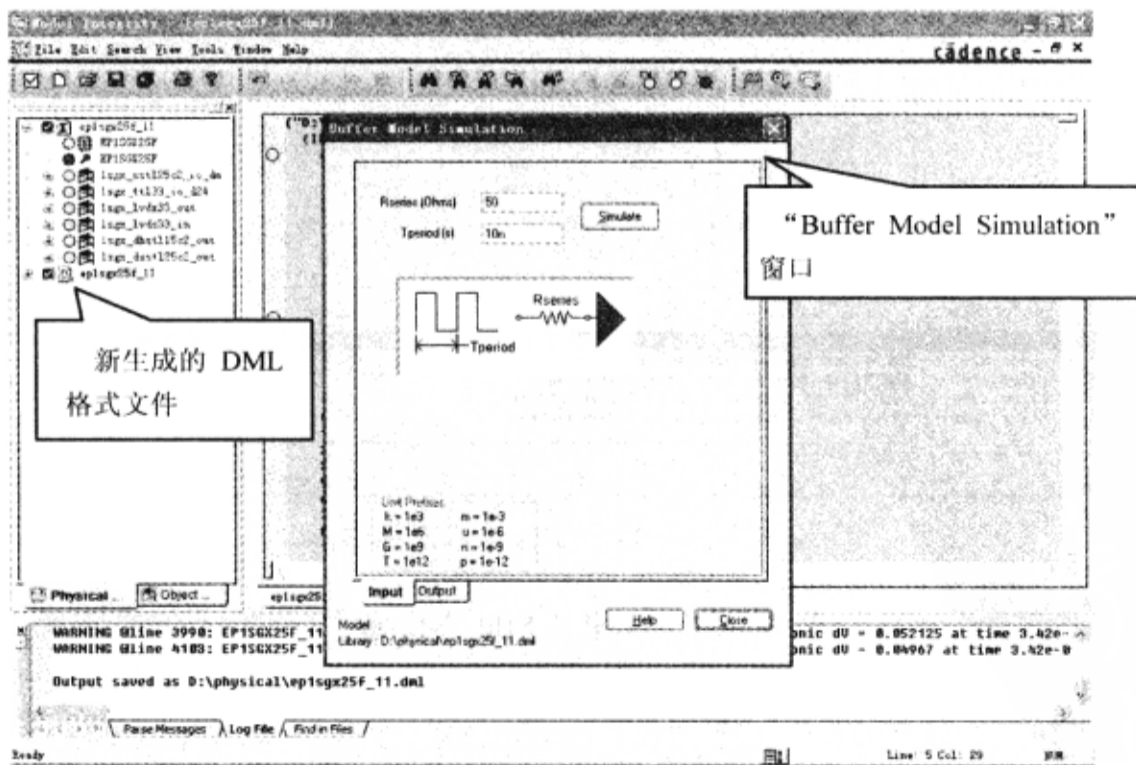

图 2-4-13 “Buffer Model Simulation” 窗口
(1) 在“Physical View”栏选择“1sgx\_sst125c2\_io\_dm”→单击鼠标右键→选择“Simulate Buffer...”，弹出“Buffer Model Simulation”窗口，如图 2-4-13 所示→在“Physical View”栏有一个新的文件，这是 IBIS 模型的 DML 格式，PCB SI 运行仿真需要 DML 格式的模型，所以 Model Integrity 自动产生 DML 文件。